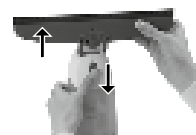

Figure 11 :
- Déverrouillez la buse d'aspiration (voir Fig. 11) puis nettoyez la buse et la raclette en caoutchouc à l'eau courante.